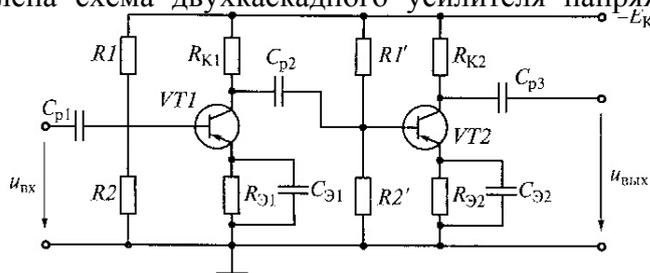
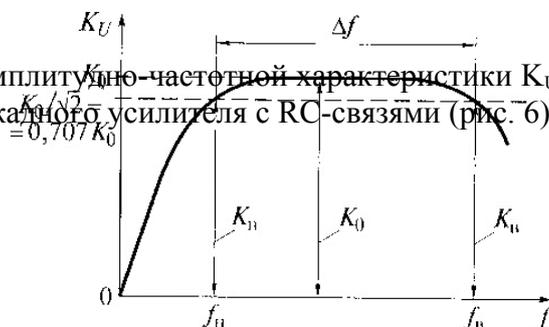

Рис. 6. Двухкаскадный усилитель напряжения
Рис. 7. Амплитудно-частотная характеристика усилителя с RC-связями
26. На рис. 6 представлена схема двухкаскадного усилителя напряжения с резистивно-емкостной связью.
27. На рис. 7 показан график амплитудно-частотной характеристики $K_U = U_{вых} / U_{вх}$ (при постоянном входном напряжении) двухкаскадного усилителя с RC-связями (рис. 6).
28. На рис. 7 показан график амплитудно-частотной характеристики $K_U = U_{\text{ВЫХ}} / U_{\text{ВХ}}$ (при постоянном входном напряжении) двухкаскадного усилителя с RC-связями (рис. 6). Почему уменьшается коэффициент усиления K_U в области высоких частот? (Указать неправильный ответ.)